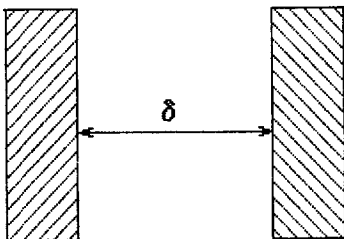
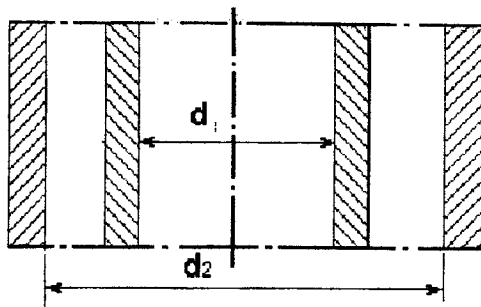
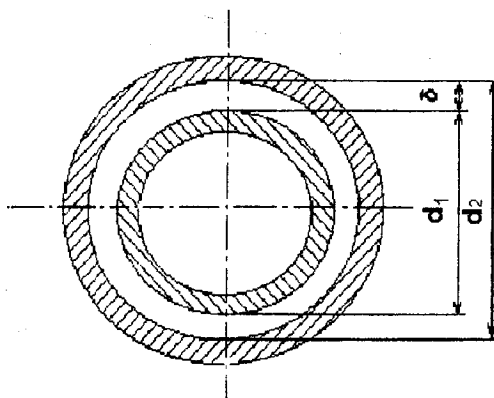

Рисунок 2.1 - Необмежений плоский прошарок
Рисунок 2.2 - Необмежений циліндричний прошарок
Рисунок 2.3 - Кулеподібний прошарок
Процес теплообміну в таких прошарках, наприклад, в необмежених плоских прошарках (рис. 2.1), необмежених циліндричних прошарках (рис. 2.2) та кулеподібних прошарках (рис. 2.3), прийнято описувати за допомогою критеріального рівняння виду
1. Для необмеженого плоского прошарку товщиною  $\delta$  (рис. 2.1)
2. Для необмеженого циліндричного прошарку (рис. 2.2)
2. Для кулеподібного прошарку (рис. 2.3)